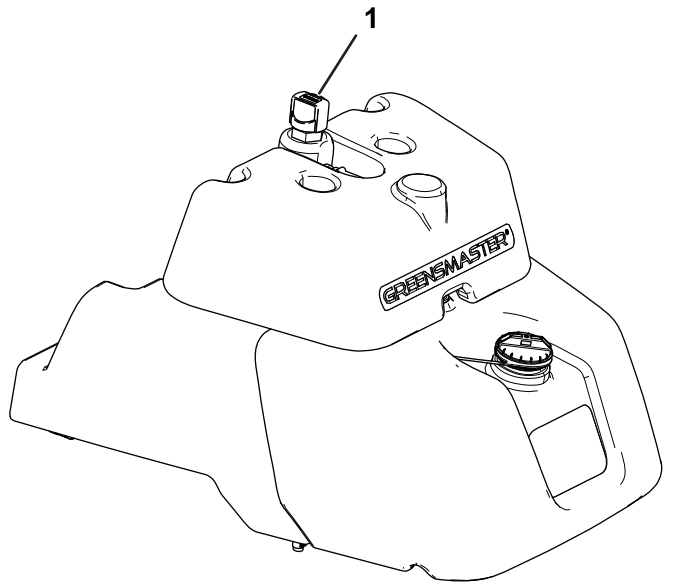

图 46
2. 找到主液压油箱顶部的量油尺图 46 然后转至步骤 3。